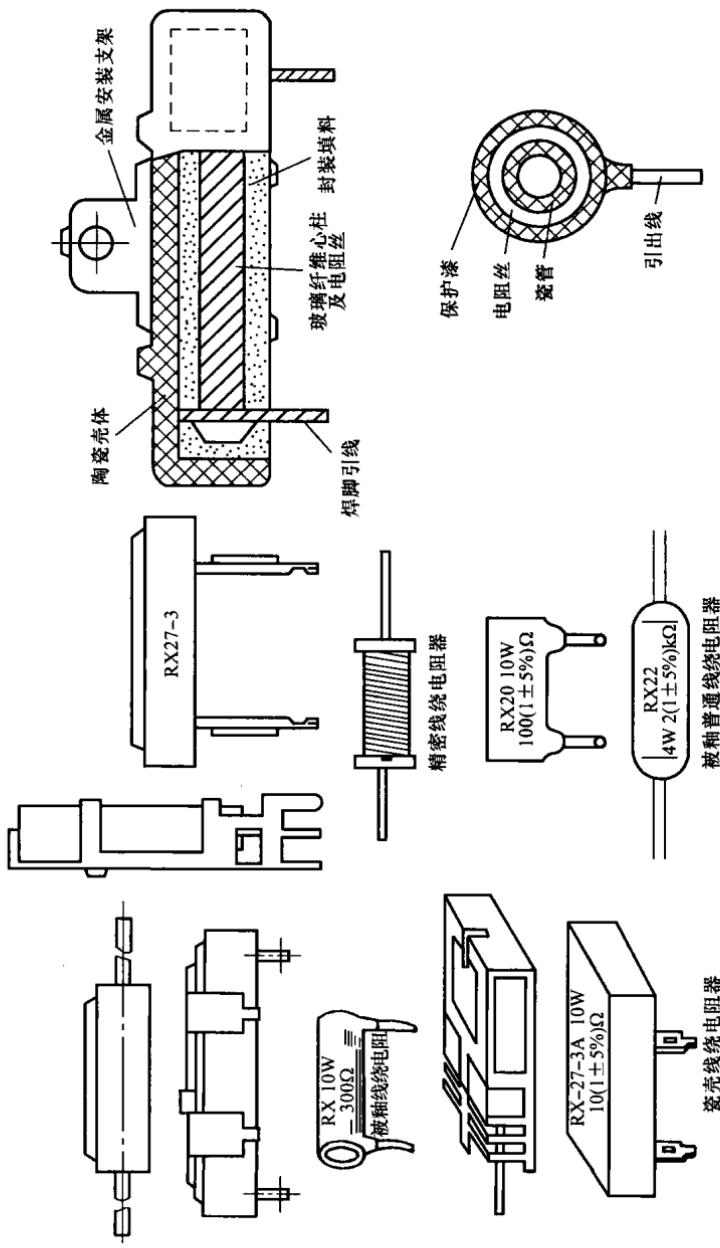

图 1-3 几种常见线绕型电阻器的外形
(1) 线绕型电阻器。线绕型电阻器是采用高阻值金属线如镍铬丝、康铜丝、锰铜丝等材料，缠绕在用绝缘体制作的骨架上而制成的。线绕型电阻器的最大优点是电阻值精确，功率范围大，噪声小，耐高温性能好。缺点是不适用于高频工作。线绕型电阻器分固定式和可调式两种，图 1-3 是几种常见线绕型电阻器的外形。
(2) 碳膜型电阻器。碳膜型电阻器有两种：一种是骨架由陶瓷制成柱形或管形，然后再在上面覆盖一层利用高温热分解出的结晶碳；另一种是在骨架上覆盖一层由碳黑、石墨、填充料与有机黏合剂配成的悬浮液，称之为合成碳膜电阻器。改变这层碳